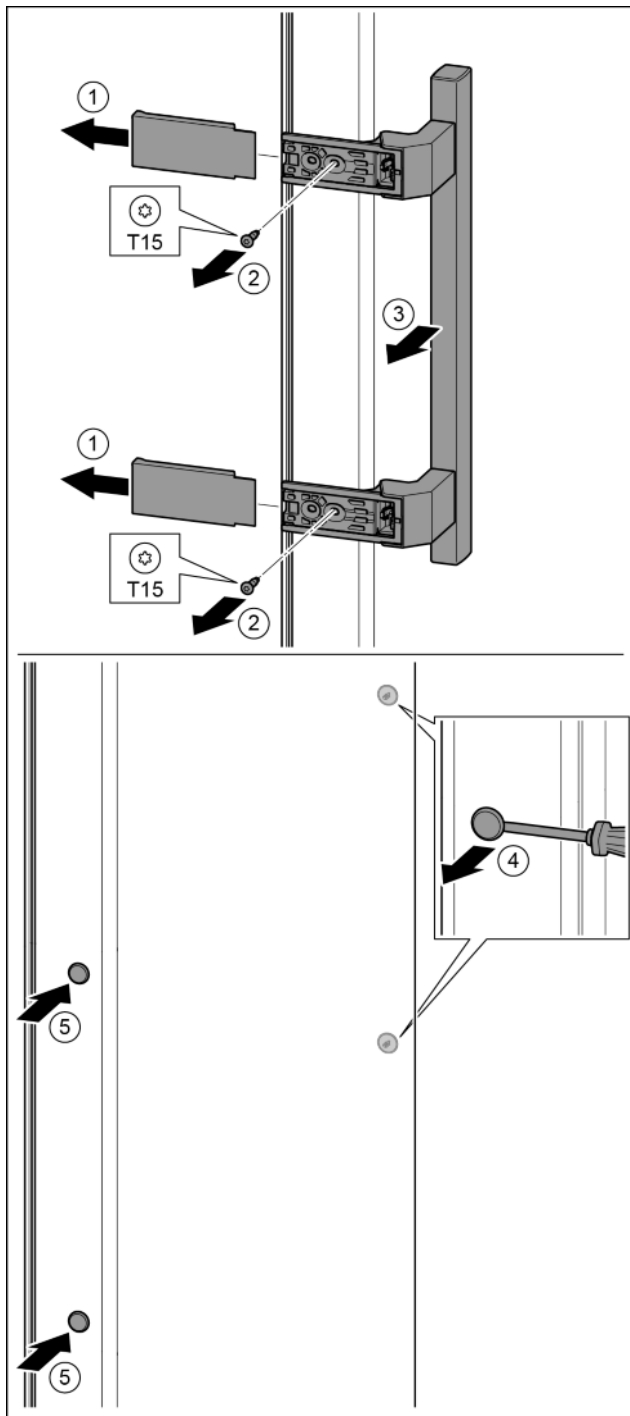

Fig. 16
- ▶ Снять крышку. Fig. 16 (1)
- ▶ Выкрутить винты отверткой T15. Fig. 16 (2)
- ▶ Снять ручку. Fig. 16 (3)
- ▶ Осторожно приподнять шлицевой отверткой боковые заглушки и вынуть их. Fig. 16 (4)
- ▶ Заглушки снова вставить с другой стороны. Fig. 16 (5)